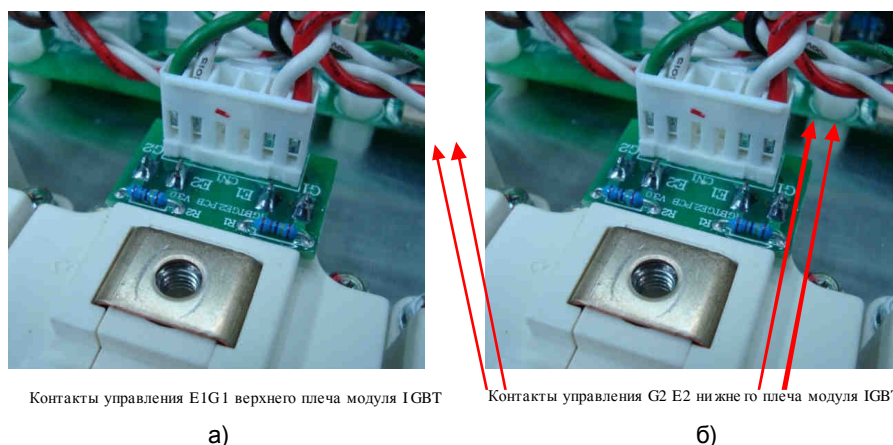

Рис. 4.19.
- подключить щупы осциллографа к контактам G1 (вход осциллографа) и E1 (общий провод щупа) разъёма монтажной платы модуля IGBT (см. рис. 4.19а) и визуально оценить осциллограмму сигналов управления верхнего плеча;
- подключить щупы осциллографа к контактам G2 (вход осциллографа) и E2 (общий провод щупа) разъёма монтажной платы модуля IGBT (см. рис. 4.19б) и визуально оценить осциллограмму сигналов управления нижнего плеча;